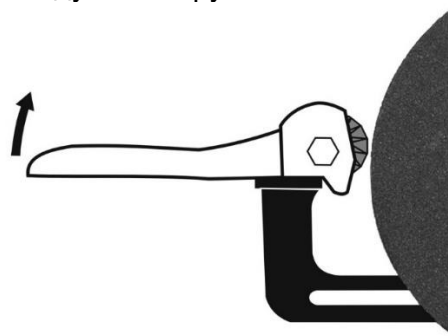

Рис. 12
2. Если биение продолжается, продолжайте повторять Шаг 1, смещая внешний фланец неизменно в одном направлении. См. Рис. 12. Сам круг удерживайте каждый раз в одном и том же положении.
1. Отведите подручник так, чтобы выступающая часть правильного устройства могла зацепиться за внутренний край подручника (См. Рис. 12).